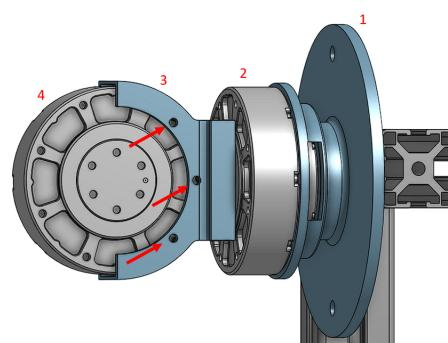

Figura 14. Paso 4.
Paso 4: Posteriormente, se debe tomar el motor 2 y fijar al acople perpendicular por medio 6 M4 rosca fina como ilustra la figura 14.